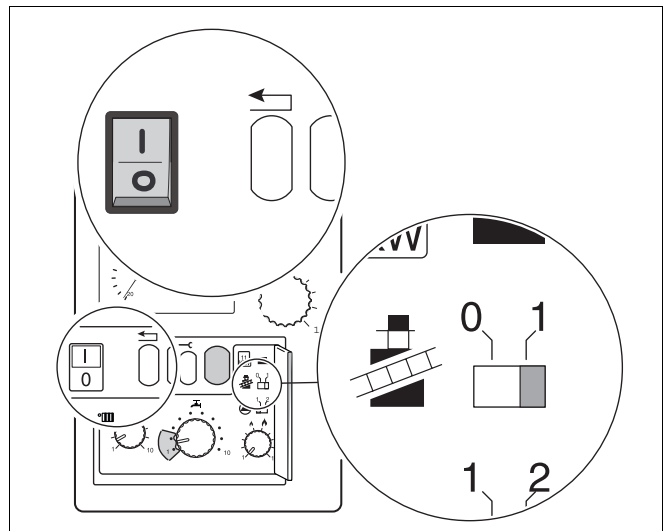

Abb. 30 Netzschalter (links) und Schornsteinfegerschalter (rechts)
- Schornsteinfegerschalter (Abb. 30) in Stellung "1" bringen.
- Netzstecker einstecken und Netzschalter auf Stellung "I" stellen (Abb. 30). Schornsteinfegerschalter (Abb. 30) in Stellung "1" bringen. Nach einer Wartezeit von ca. 30 Sek. zündet der Brenner.
- Schornsteinfegerschalter (Abb. 30) in Stellung "0" bringen.